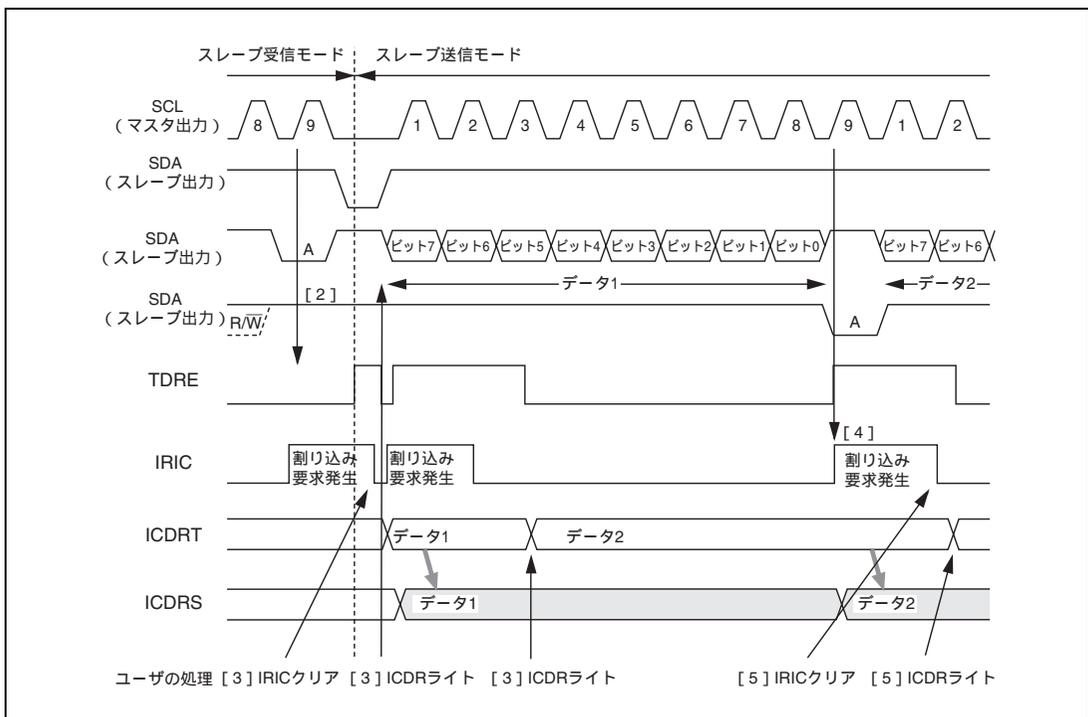

図 18.15 スレーブ送信モード動作タイミング例 (MLS=0 のとき)
- IRICフラグを0にクリア後、ICDRにデータをライトします。このときTDRE内部フラグは0にクリアされます。ライトされたデータはICDRSに転送され、TDRE内部フラグおよびIRIC、IRTRフラグが再び1にセットされます。IRICフラグを0にクリア後、ICDRに次のデータをライトします。スレーブデバイスは図18.15で示すタイミングでマスタデバイスが出力するクロックに従い、ICDRにライトされたデータを順次送出します。